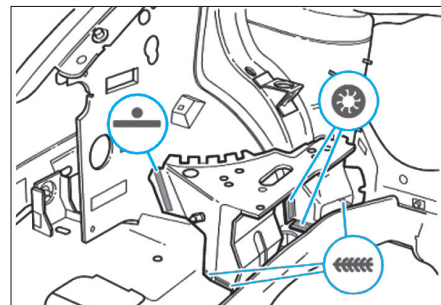

FIG. 4
• Souder le reste de l'accostage par bouchonnage sous gaz de protection (Fig.4).